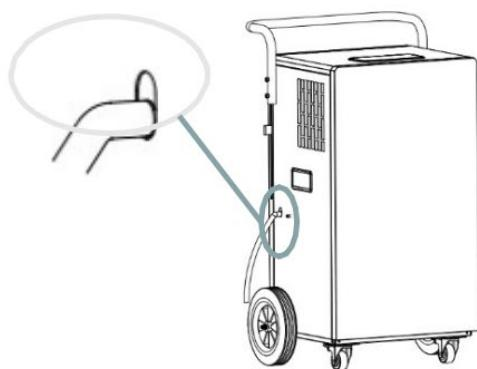

Fig. 4
3. Befestigen Sie den kurzen Ablauchschläuch (12 mm Innendurchmesser) zur Steckdose kontinuierlicher Abfluss. (Abb. 4)